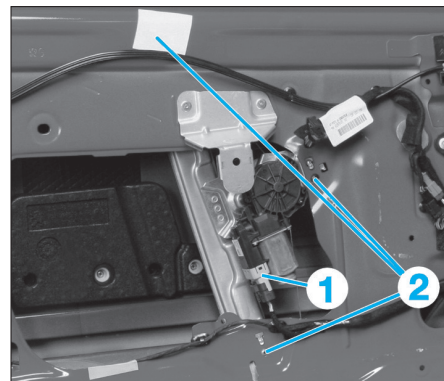

Fig. 62
- Débrancher le connecteur (1) (Fig.62).